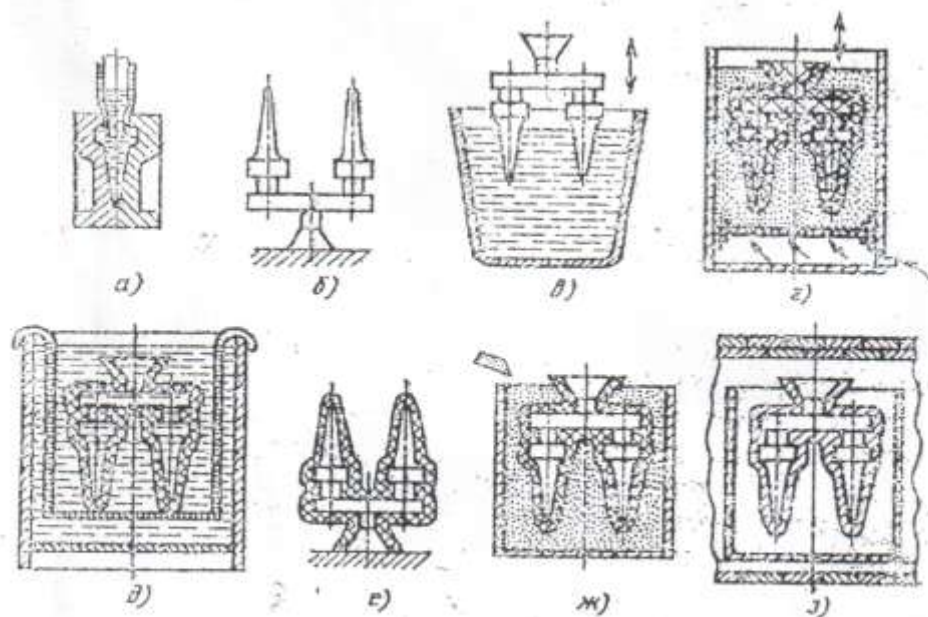

Рис. 4. Схема последовательных операций формовки при литье по плавящимся моделям
3.1.Объяснить по рис.4 последовательность изготовления формы с использованием выплавляемых моделей.